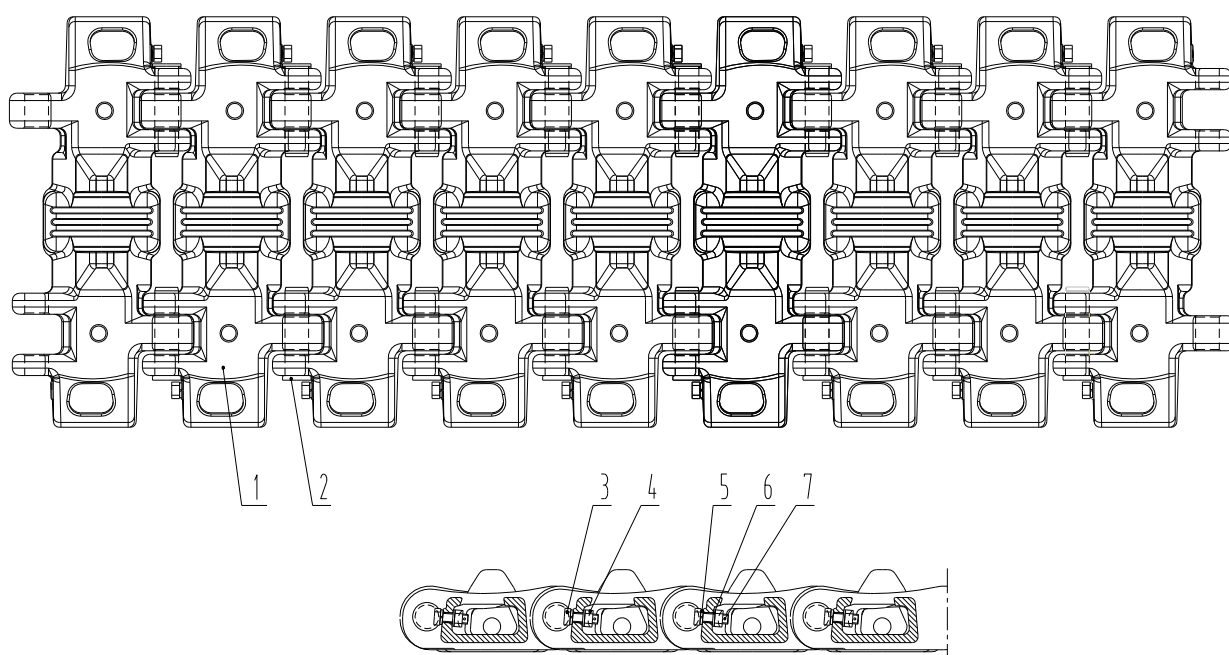

Рисунок 12-10. Гусеничная цепь
6. С самой близкой к нижней части направляющего колеса гусеничной ленты снимите установочные болты (см. рисунок 12-10);